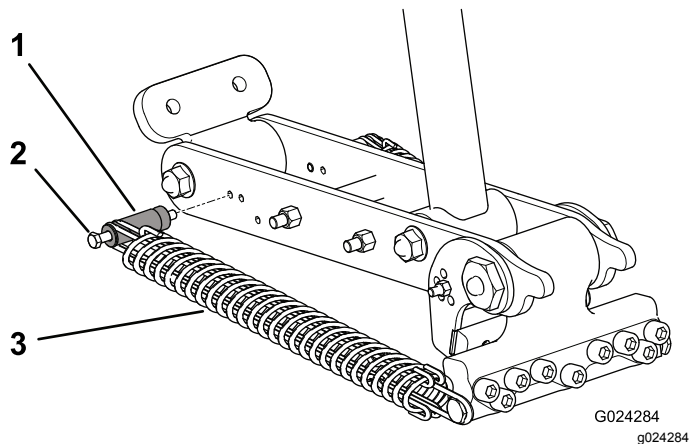
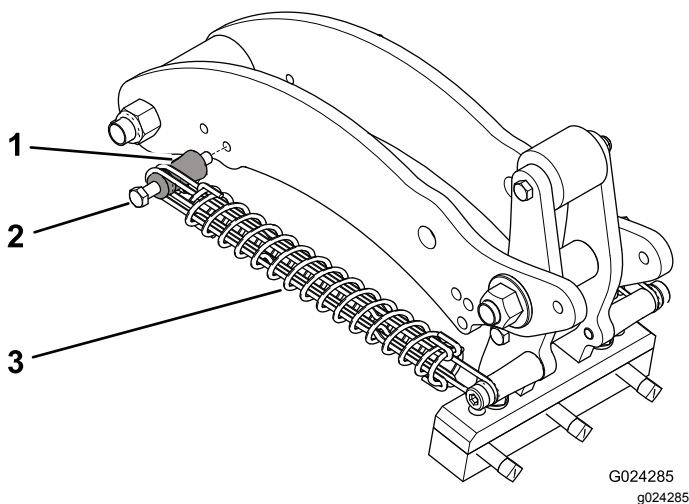

Figura 42
Figura 43
4. Rimuovete il dado che fissa il bullone del montante di fissaggio della molla sul braccio di attacco (Figura 42 o Figura 43).
5. Rimuovete il bullone del montante di fissaggio e il montante stesso dal braccio di attacco e reinseriteli nell'altro foro di regolazione (Figura 42 o Figura 43).